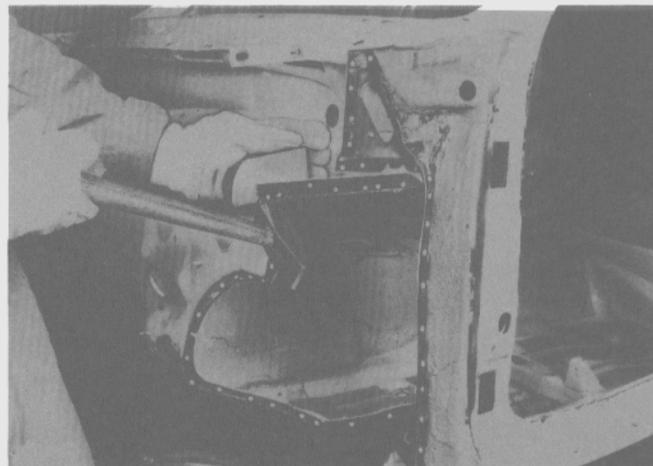

Fig. 147
- Pulir y alinear las pestañas (Fig. 147).